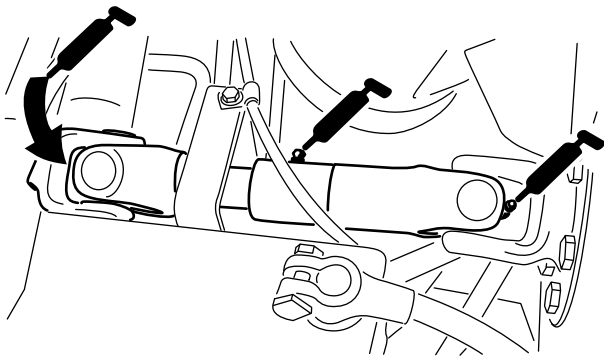

Figura 50
- Giunto ad U del semiassie fra motore e pompa (3) (Figura 50)